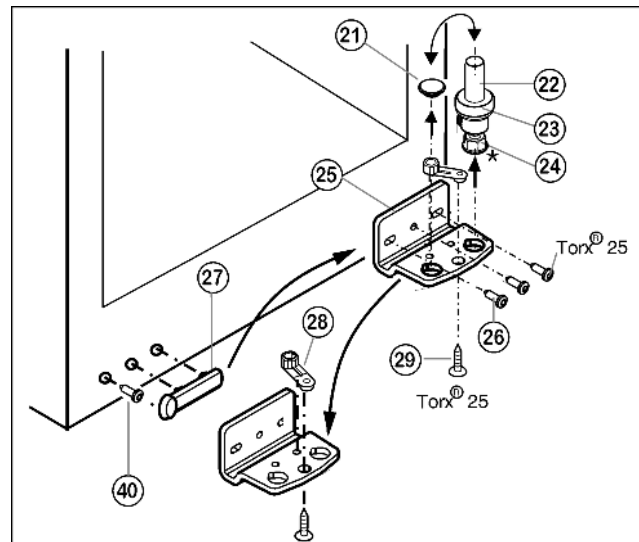

Fig. 5
- Извлеките опорный винт Fig. 5 (22) в комплекте с шайбой Fig. 5 (23) и регулируемой опорой\* Fig. 5 (24), вытягивая его вверх.
- Снимите пробку Fig. 5 (21).
- Открутите Fig. 5 (26) опорный кронштейн Fig. 5 (25).
- Открутите Fig. 5 (29) опорную деталь Fig. 5 (28) и, переставив в отверстие на противоположной стороне опорного кронштейна, снова прикрутите.
- Осторожно снимите и переставьте на противоположную сторону крышку со стороны ручки Fig. 5 (27) и винт Fig. 5 (40).
- Снова прикрутите опорный кронштейн Fig. 5 (25) на новой стороне шарнира (**с моментом 4 Нм**). При необходимости используйте аккумуляторный шуруповёрт.
- Переставьте пробку Fig. 5 (21) в свободное отверстие.
- Вновь установите опорный винт Fig. 5 (22) в комплекте с шайбой и регулируемой опорой\*. При этом фиксатор должен быть направлен назад.
- ▶ Установите дверцу сверху на нижний опорный палец Fig. 5 (22).
- ▶ Установите верхний опорный кронштейн (12) на новой стороне шарнира и защелкните в дверце.
- ▶ Прикрутите верхний опорный кронштейн (12) (с моментом 4 Нм) (2 шт. Torx® 25) (13). При необходимости проделайте отверстия или используйте аккумуляторную отвертку.
- ▶ Защёлкните крышку (10) и крышку (11) на противоположной стороне.
- ▶ При необходимости выровняйте дверцы через два продольных паза в нижнем опорном кронштейне Fig. 5 (25) параллельно корпусу устройства. Для этого выкрутите средний винт.